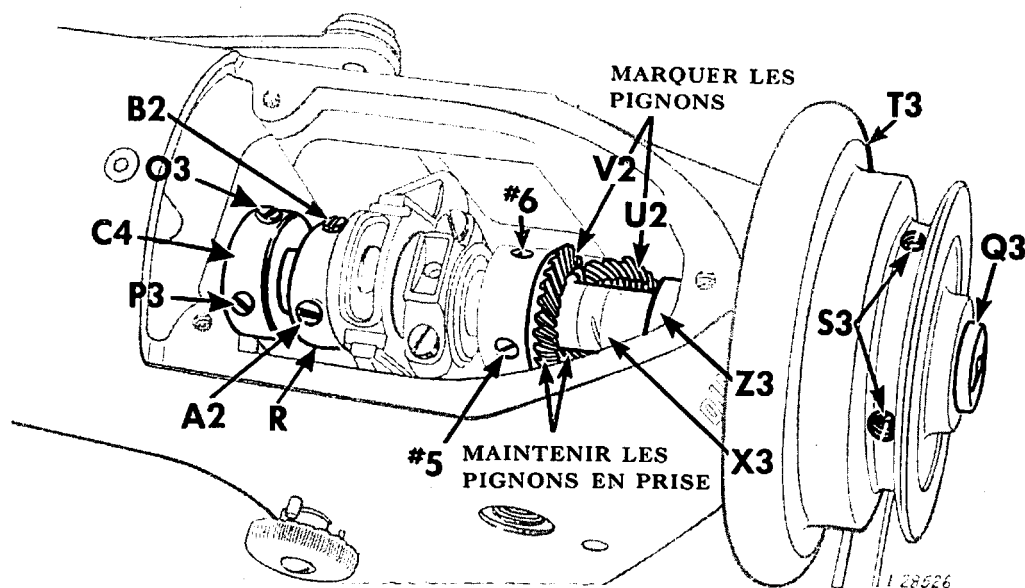

Fig. 59. Relâchement de l'excentrique et du pignon sur l'arbre du bras
5. Marquer à la craie ou au crayon les pignons d'angle supérieurs U2 et V2, Fig. 59 (sur une dent d'un pignon et sur l'espace correspondant à cette dent sur l'autre pignon) comme indiqué Fig. 59.
6. Desserrer les vis d'arrêt 5 et 6 du pignon d'angle V2, Fig. 59.
7. Retirer la vis A2 de réglage de mouvement d'entraînement et desserrer la vis d'arrêt B2, Fig. 59, de l'excentrique R d'entraînement et d'élévation.
8. Retirer la vis Q3, Fig. 59 d'arbre du bras.
9. **MACHINE 196K205 :** Desserrer les vis O3 et P3, Fig. 59, du collier C4.
10. **TOUTES LES MACHINES DE LA CLASSE 196K :** Desserrer les deux vis d'arrêt S3, Fig. 59, et retirer le volant de machine T3
ATTENTION : LES PIGNONS D'ANGLE U2 ET V2, FIG. 59, ONT ETE ASSEMBLES A L'USINE ET DOIVENT RESTER EN PRISE (COMME INDIQUE FIG. 59) A TOUT MOMENT PENDANT LE DEMONTAGE ET LE REMONTAGE DE L'ARBRE DU BRAS.